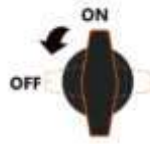

Fig. 4-40 Rote todos los interruptores de CC
- 1) Rote todos los interruptores de CC a la posición "OFF" (Fig. 4-40).